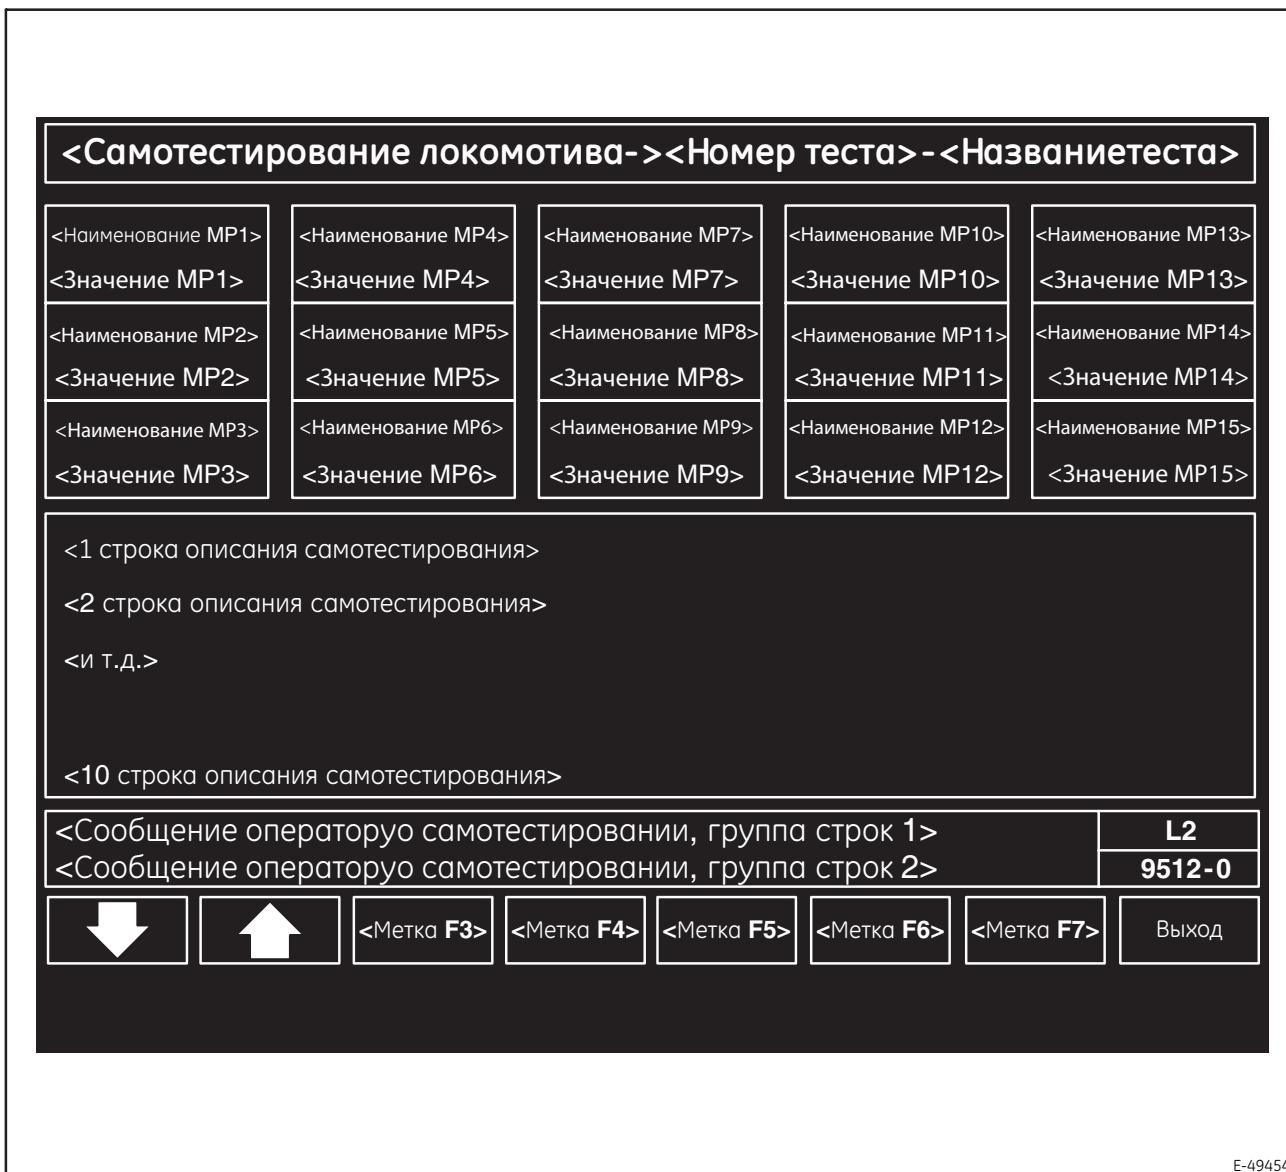

Рисунок 8. Типовой экран выполнения самопроверки (9512-0)
- b. Сенсорная клавиша F7 (**Begin Test**) (Начать проверку) – начинает выполнение выбранной самопроверки, перейдя к экрану выполнения самопроверки (9512–0, Рисунок 8).
Экран выполнения самопроверки (9512–0, Рисунок 8) предоставляет для осуществляющего техническое обслуживание персонала интерфейс во время проведения той или иной самопроверки. Для всех самопроверок, которые можно выбрать, используется один и тот же экран.
6. Сенсорная клавиша F4 (**Begin Test**) (Начать проверку) – при нажатии этой клавиши начинается выполнение выбранной самопроверки и отображается экран выполнения самопроверки (9512–0, Рисунок 8).